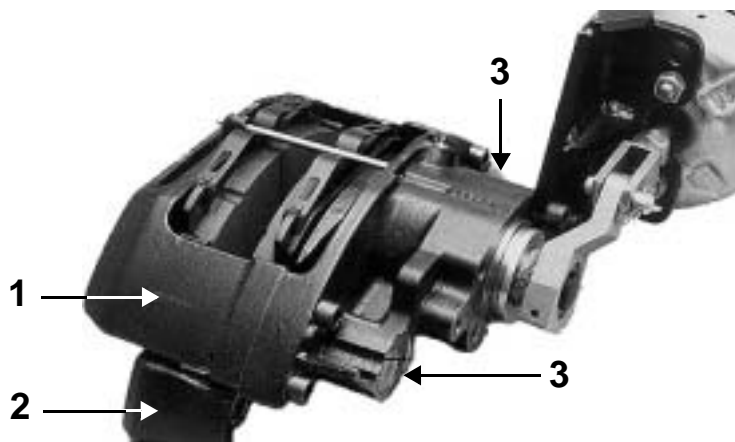

Bild 1
Der Bremssattel (1) gleitet axial auf den Führungsbolzen (3) des Bremsenträgers (2), siehe Bild 1.
Durch den Anschluss des Betätigungszylinders über eine Konsole und einen Hebel - siehe Bild 1 - ergeben sich weitere Vorteile. Durch Variation der Hebellänge kann die Betätigungskraft optimal abgestimmt werden, und die Position des Betätigungszylinders ist, bezogen auf die Bremse, frei wählbar. Der Hebel kann in Winkelschritten von $7,5^\circ$ um 360° gedreht werden. Dadurch ist für die Vorderachse ein größtmöglicher Einschlagwinkel erreichbar.